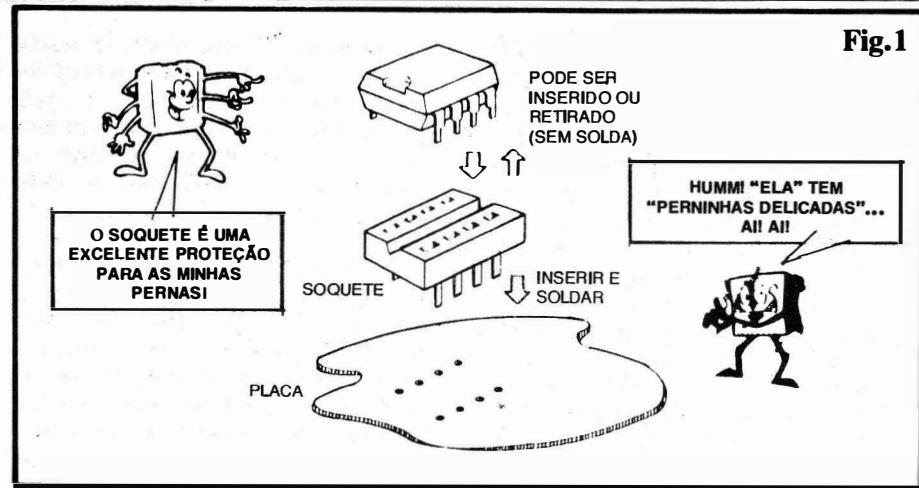

Fig.1
- FIG. 1 - O SOQUETE ("INTERFACE" MECÂNICO/ELÉTRICO, ENTRE OS C.I.s E AS PLACAS DE IMPRESSO - Uma peça de "apoio" muito importantes nas montagens (e ainda mais nas Experiências...) com C.I. é o chamado SOQUETE. Trata-se de um verdadeiro "interface" mecânico e elétrico que deve, simplesmente, ser soldado na placa de Circuito Impresso, "no lugar" a ser ocupado eletricamente pelo Integrado. Este, por sua vez, tem suas "pernas" enfiadas no dito soquete, ficando assim ligadas, porém **sem solda direta!** Conforme mostra a figura, o dito SOQUETE nada mais é do que um conjunto compacto (nas mesmas dimensões/número de pinos mostrados pelo Integrado que deverá acoplar...) contendo, na sua base duas linhas de pinos, cujos afastamentos, dimensões e medidas "entre linhas" são exatamente iguais às do Integrado. Dessa maneira, o soquete deve ter seus pinos inseridos num hipotético Circuito Impresso, nas mesmas ilhas/furos elétrica e mecanicamente preparadas para a recepção das "perninhos" do Integrado respeitivo... Na parte superior do soquete, em exata correspondência mecânica e elétrica com os pinos na base, encontram-se duas linhas de fendas, contendo contatos metálicos de pressão, destinadas a receber - aí sim - as "pernas" do próprio Integrado... Vejamos, agora, quais são as vantagens de se usar esse "intermediário" (já que em quase tudo na vida e nas atividades humanas, "intermediário" é um "negócio" a ser evitado...):
- Por todas essas razões (e muitas outras, que o Leitor/"Aluno" descobrirá, na prática e no dia-a-dia...) o uso de soquetes para os Integrados é **altamente recomendável**. Se alguém "ainda não entendeu" o "ensanduichamento" do soquete entre a placa de Impresso e o respectivo Integrado, a vista explodida da fig. 1 dá todas as "dicas"...